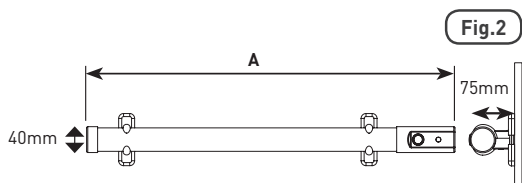

Fig.2
- Dimensions de l'appareil : voir [Fig. 2]